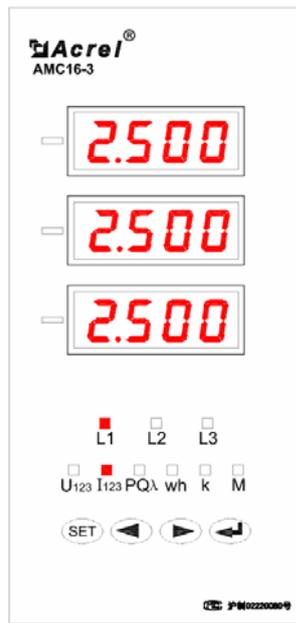

图 11
- 2) 图 11 显示的电参量从上到下依次为第 1 路三相负载的 A、B、C 三相电流值。